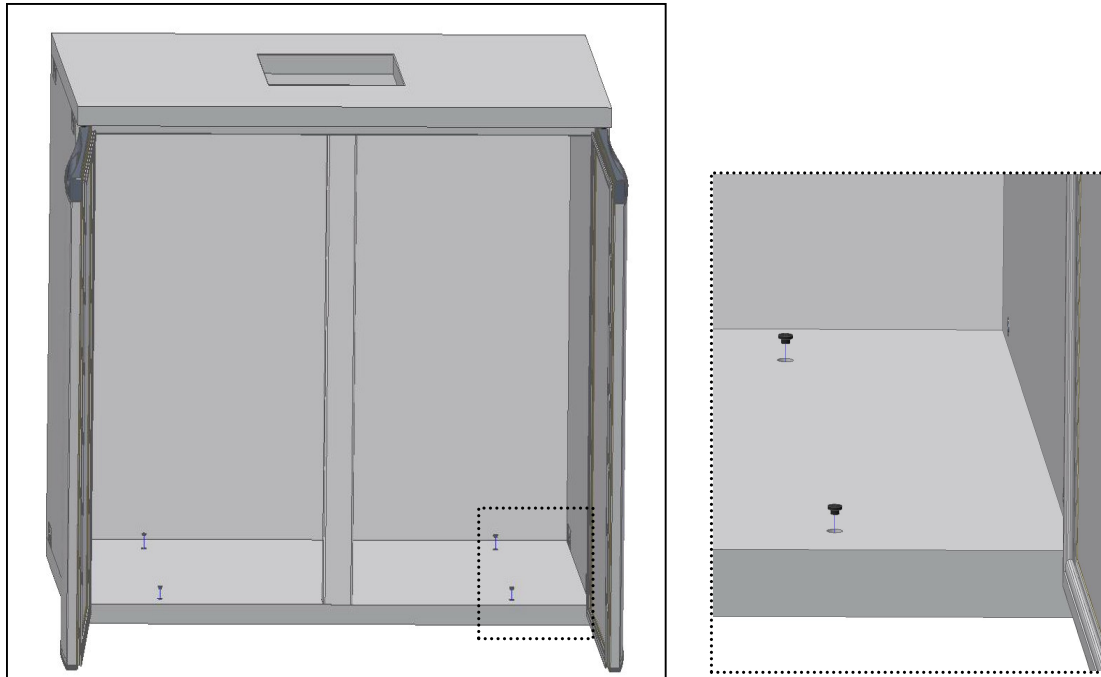

Fig. 12
- Placer **les caches** sur le fond (Fig. 12);